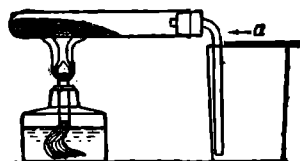

Рис. 25. Прибор для получения кислорода.
Так как кислород немного тяжелее воздуха, его можно собирать не над водой, а вытесняя им воздух из сосуда, который наполняют кислородом. На рис. 25 показано наполнение кислородом стакана. Газоотводная трубка погружена почти до дна стакана. Стакан прикрыт куском картона *a*. Кислород собирается на дне стакана и, вытесняя воздух, постепенно наполняет стакан доверху.
■ **Опыт.** Смешайте на чистом листе бумаги (не в ступке!) 2 ложки бертолетовой соли и 1 ложку двуокиси марганца. Пересыпьте в пробирку, укрепите ее на штативе горизонтально, как на рис. 25, и нагревайте смесь, начиная от доньшка пробирки. Собирайте кислород в стакан или банку. От времени до времени испытывайте тлеющей лучинкой, которую не оставляйте гореть в кислороде, чтобы его не тратить, а сейчас же вынимайте.